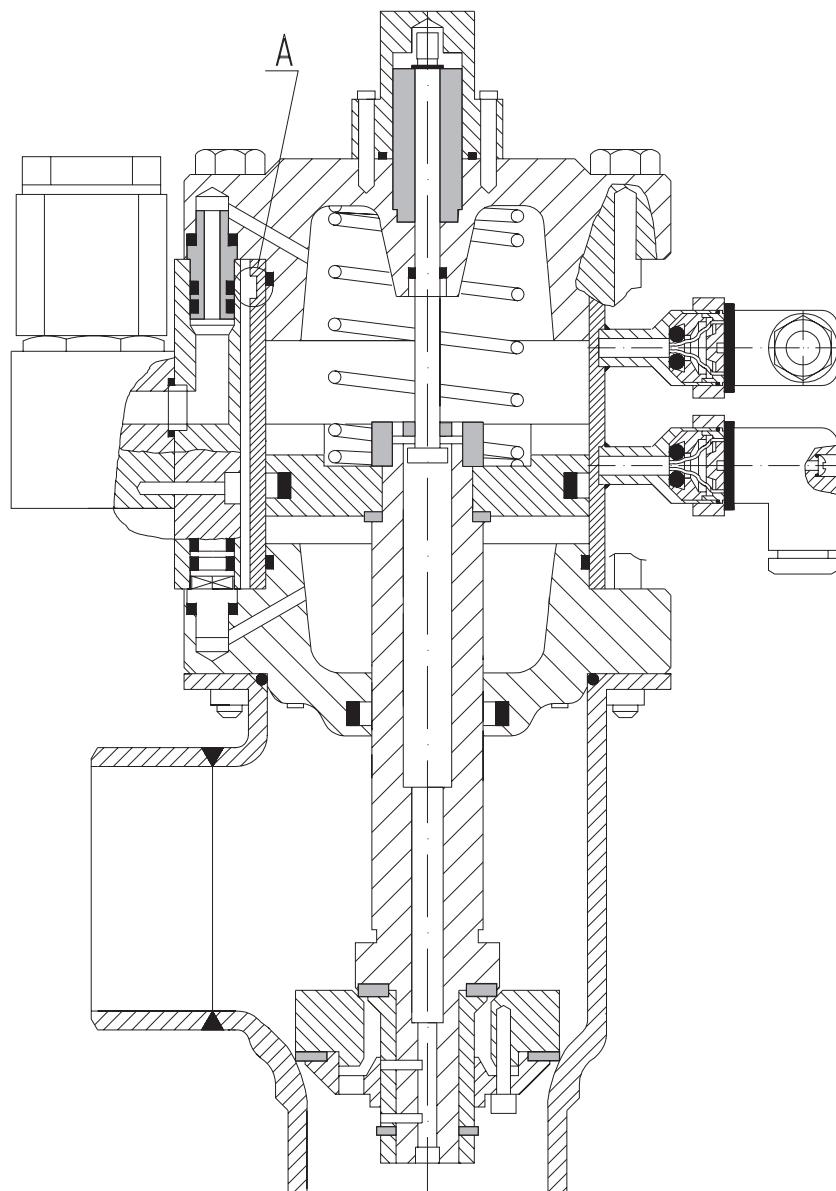

Fig. 1
- Slot A to be positioned as shown on fig. 1.
- Spor "A" skal vende som vist på fig. 1.
- Kerbe "A" positionieren wie auf Fig. 1 gezeigt.
- La ranura A debe posicionarse tal como se indica en la fig. 1.